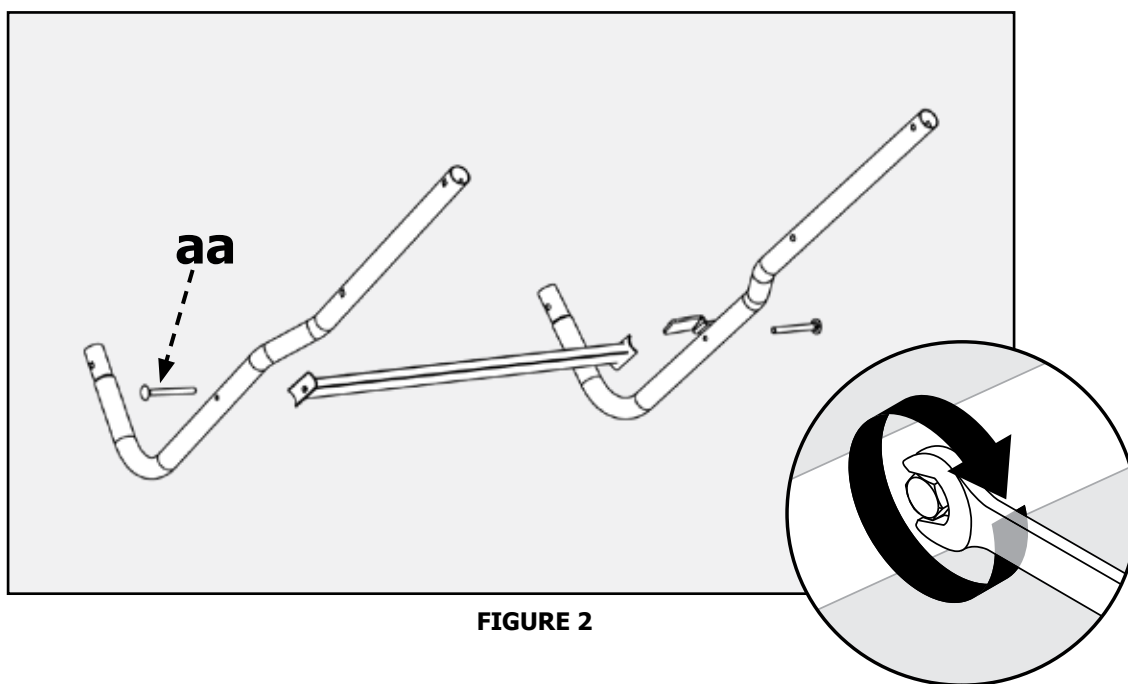

FIGURE 2
Fixez le tube de connexion de la tige de support (G) à la jambe de la Figure 2. Fixez-le avec M8 x 35mm. vis à tête cylindrique (ff) et écrou (dd).